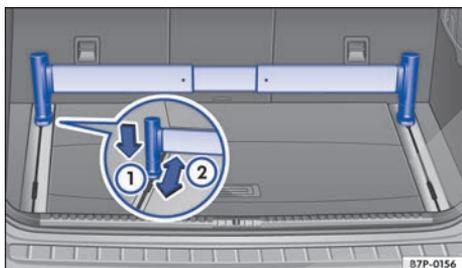

Fig. 209 En el maletero: barra telescópica.
- Presione el soporte correspondiente hacia abajo → fig. 209 ① y desplácelo al mismo tiempo hacia la posición deseada ②.